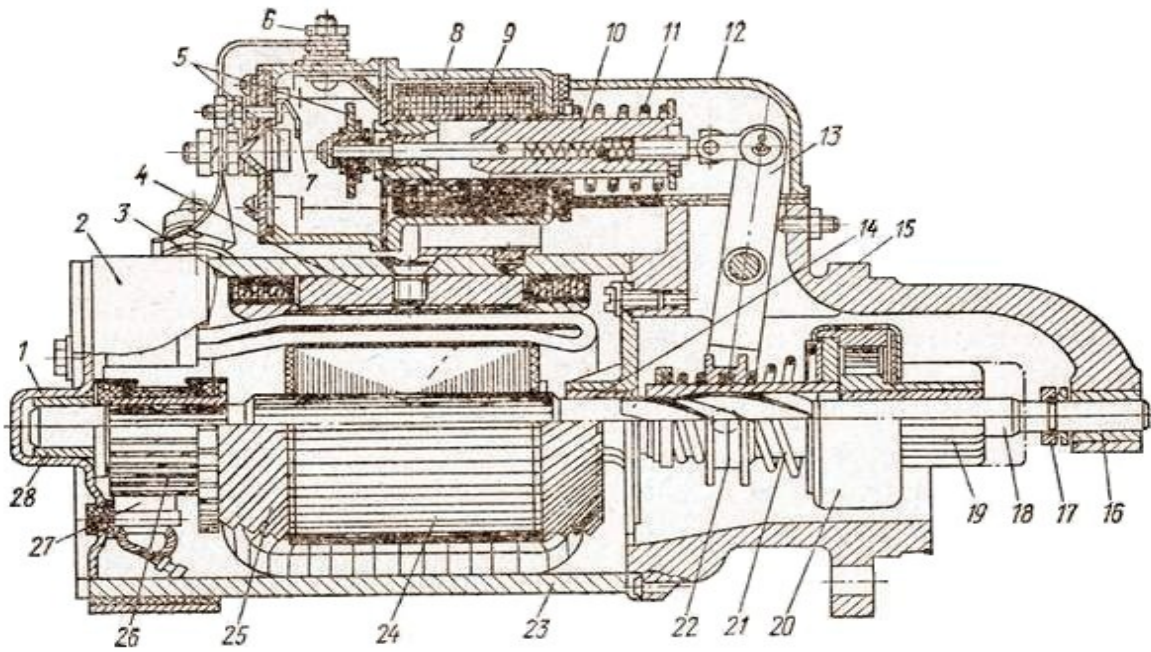

Рис. 2. Стартер
25. Цифрой 10 на рис. 2 обозначено:
26. Какой цифрой на рис. 2 обозначен корпус стартера?